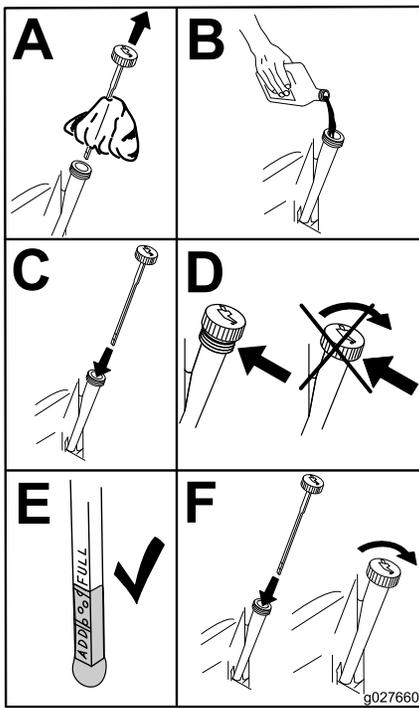

Figura 45
5. Vierta lentamente un 80% aproximadamente del aceite especificado por el tubo de llenado, luego añada lentamente el resto del aceite hasta que llegue a la marca Full (Lleno) (Figura 45).